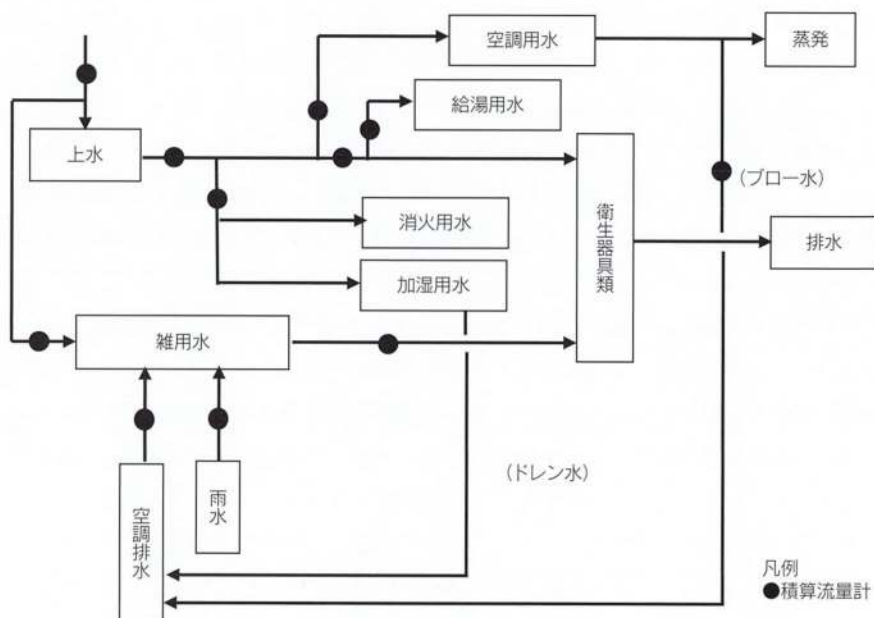
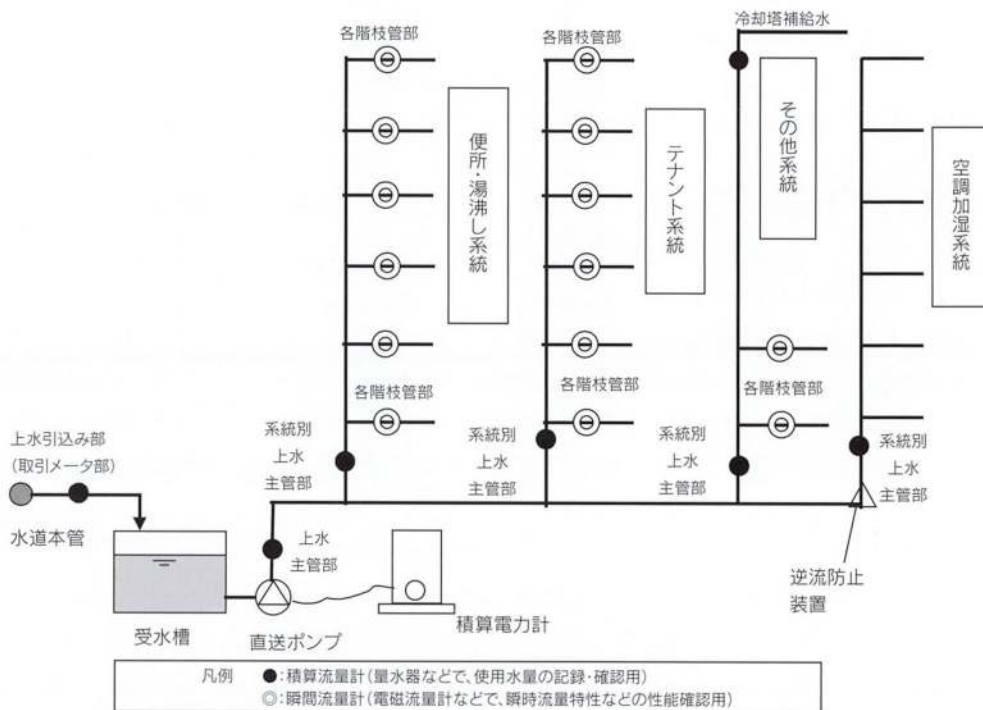

図1 水収支フロー²⁾
図2 ポンプ直送方式での計測部²⁾
給水・給湯システムにおいても、単に課金のための水量や燃料消費量の計測にとどまるのではなく、①消費される水量②雨水・再生水・空調排水（加湿ドレン水など）などから供給される用水③ポンプなどの搬送動力④加熱のための燃料消費量⑤供給水温の変動などを時刻別に計測し（図1）、建物ごとの給水・給湯システムに係わる水収支とエネルギー消費を把握したうえで、最適な運転管理による省エネ化の推進と、漏水による損失と無駄水の発生防止という観点より、BEMSによる計測が必要と言える（図2）。²⁾